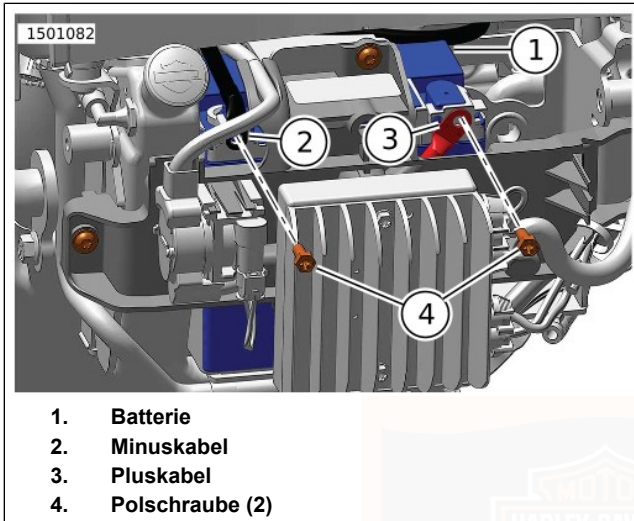

Abbildung 67. Batteriekabel
2. Abbildung 67 Das Batterieminuskabel (2) von der Batterie (1) abklemmen.
3. Das Batteriepluskabel (3) von der Batterie abklemmen.
4. Abbildung 67 Das Batteriepluskabel (3) an die Batterie anschließen. Festziehen.